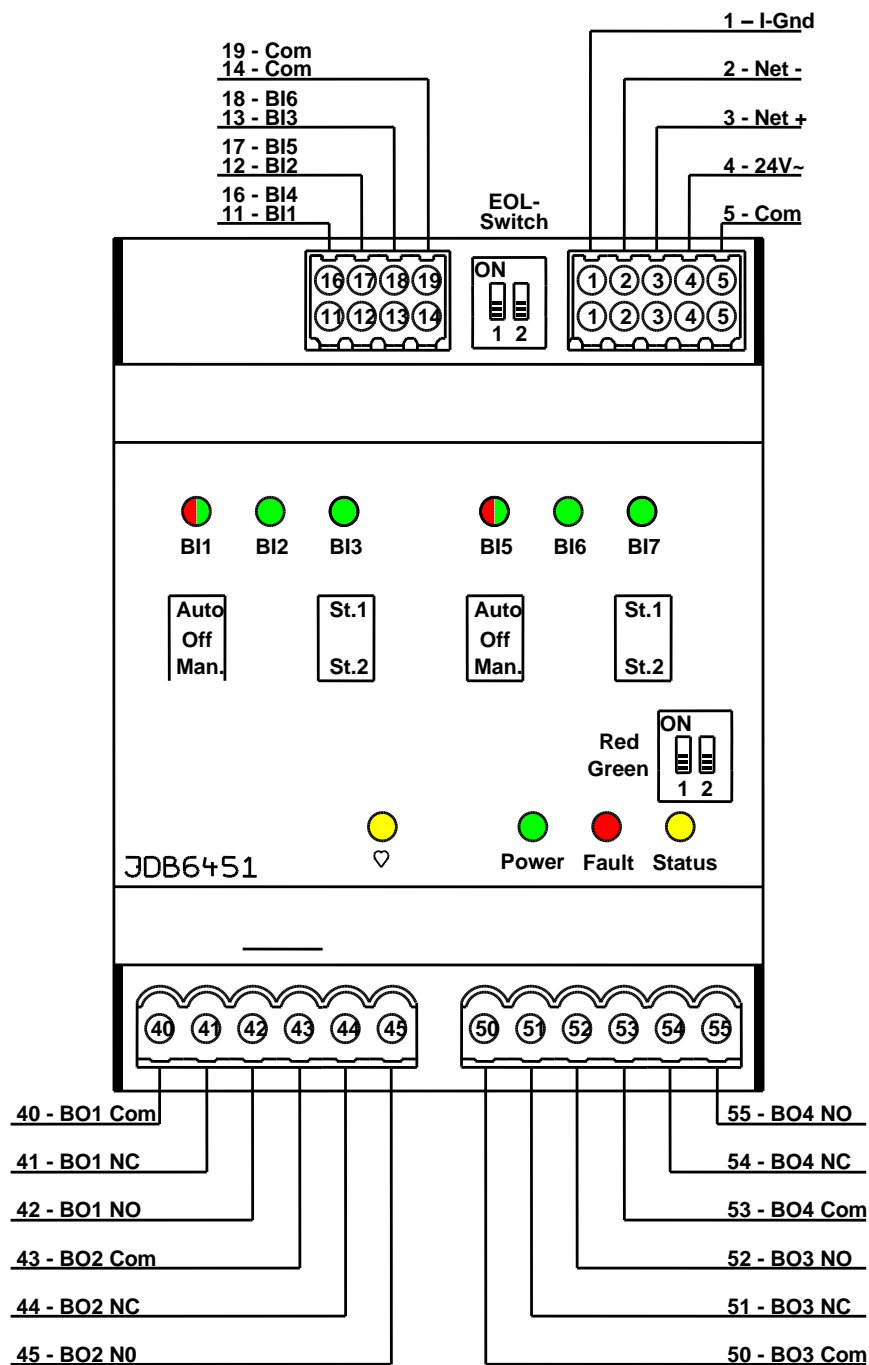

Abb. 1: Anschlussplan des Moduls JDB6451
2. Verdrahten Sie das Gerät gemäß dem Anschlussplan (siehe Abb. 1).